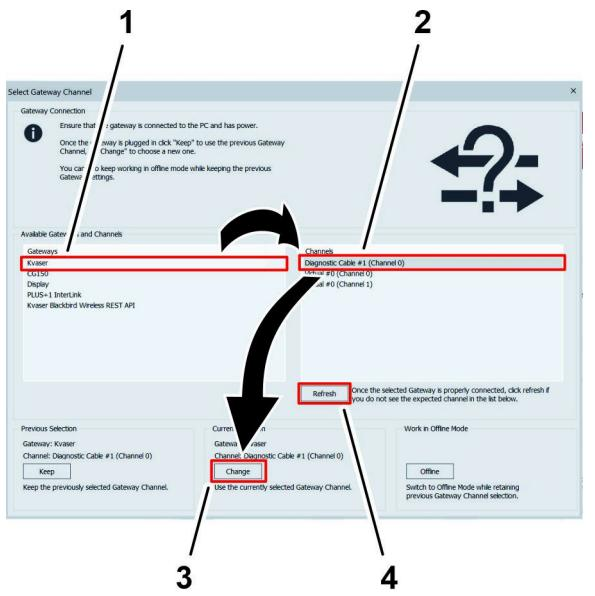

図 40
10. ゲートウェイチャネルの選択画面で、ゲートウェイリスト(図 40)のKvaserオプションをクリックする。
11. チャネルメニューで、診断ケーブルオプション (図 40) をクリックする。
**注** チャネルメニューに診断ケーブルオプションが表示されない場合は、Toro DiagケーブルがラップトップコンピュータのUSBポートに接続されていることを確認し、ゲートウェイチャネルの選択画面で更新ボタン (図 40) を押して、診断ケーブルオプションをクリックする。
12. 現在の選択見出しの下にある変更ボタン (図 40) をクリックする。